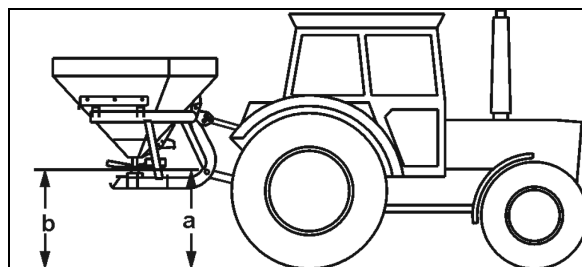

Fig. 21
- De hefarmen van de tractor aan de hefpen (Cat I) (Fig. 21/1) bevestigen en met overslagpen (Fig. 21/3) borgen.
- De topstang van de tractor met de topstangen (Fig. 21/2) aan het bovenste aankoppelpunt van de machine vastmaken en met een overslagpen (Fig. 21/3) borgen.